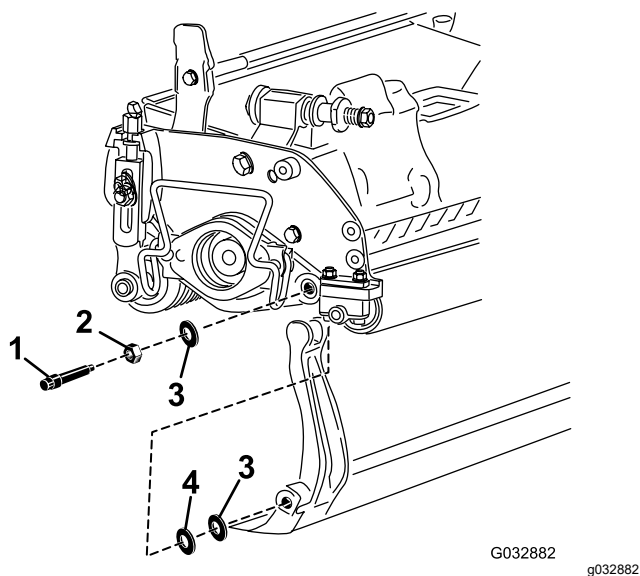

Figura 15
Guarde as duas anilhas de nylon e a anilha de aço de cada uma das extremidades da barra de apoio (Figura 15).
3. Coloque uma anilha de nylon de cada lado da placa lateral. Coloque uma anilha de aço no exterior de cada uma das arruelas de nylon (Figura 15).